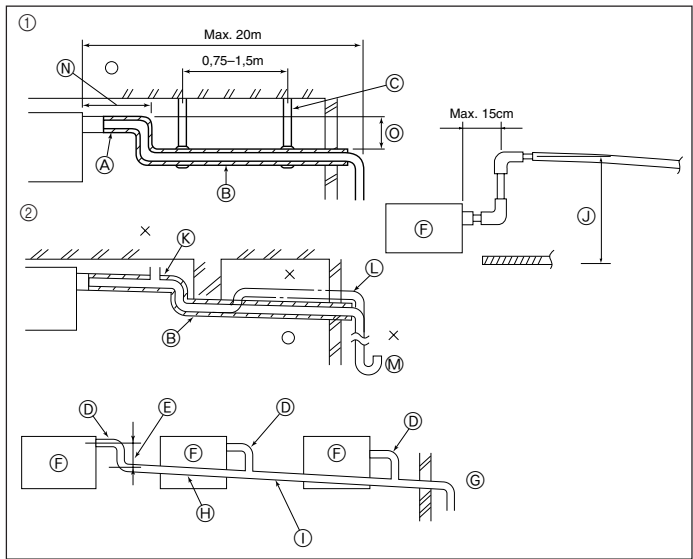

Fig. 3-4
- Ⓒ Banda ④
- Ⓓ Tapón de tubería ③
3.3. Tubería de drenaje (Fig. 3-4)
- ① Tubería correcta
- ② Tubería incorrecta